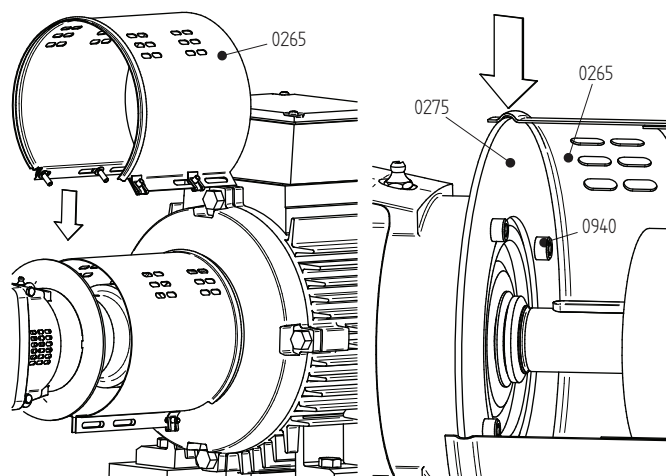

Bild 13: Montera manteln på pumpsidan.
- 5 Skruva loss bultar (0940) och ta fästplattan (0275) från lagerlocket (2115). Se bild 13.
- 3 Montera fästplattan (0275) på inloppshus (0010) med skruvarna (0940). Se bild 13.